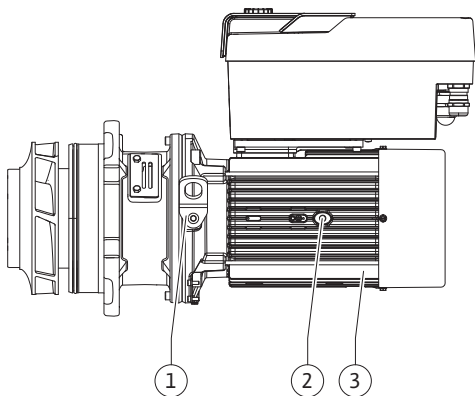

Fig. 100: Conjunto de encaixe
9. Retirar o conjunto de encaixe (Fig. 100) desapertando os parafusos flangeados (Fig. I, pos. 29) do corpo da bomba.
10. Colocar o contra-anel novo (Fig. II, pos. 26) na lanterna. Empurrar a lanterna cuidadosamente sobre o veio e colocá-la na posição anterior ou noutra ângulo em relação à flange do motor. Respeitar aqui as posições de instalação autorizadas dos componentes (ver capítulo «Posições de instalação autorizadas e alteração da disposição dos componentes antes da instalação» [► 229]).
11. Enroscar os parafusos (Fig. II, pos. 10 e pos. 10a). Mas não apertar os parafusos (pos. 10), definitivamente.
12. Colocar o empanque mecânico novo (Fig. II, pos. 25) no veio. Evitar danos no empanque mecânico por compressão.
14. Limpar a ranhura da lanterna e colocar o novo O-ring (Fig. II, pos. 19).
16. Introduzir o conjunto de encaixe (ver Fig. 100) no corpo da bomba, na posição anterior ou noutra ângulo pretendido. Respeitar aqui as posições de instalação autorizadas dos componentes (ver capítulo «Posições de instalação autorizadas e alteração da disposição dos componentes antes da instalação» [► 229]).
17. Depois de a guia da lanterna engrenar perceptivelmente (cerca de 15 mm antes da posição final), já não existe perigo de basculamento ou de encravamento. Depois de fixar o conjunto de encaixe com pelo menos um parafuso (Fig. II, pos. 29), os meios de fixação podem ser retirados dos olhais de transporte.
18. Enroscar os parafusos (Fig. II, pos. 29). Ao enroscar os parafusos, o conjunto de encaixe é puxado para dentro do corpo da bomba.